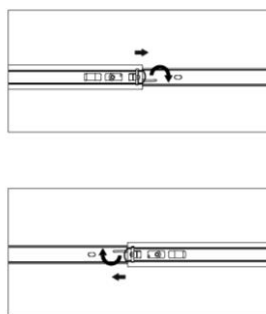

fig. 1
3. Poussez vers le haut le levier de dégagement de la glissière de tiroir droite (n° 11) tout en tirant vers le bas l'autre levier de dégagement (fig. 1).